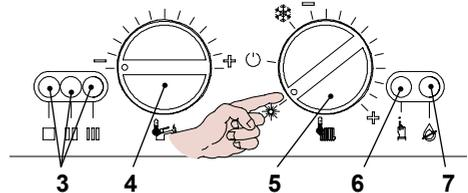

Figura 9.9
- Alimentate elettricamente la caldaia azionando l'interruttore bipolare previsto nella installazione; la lampada di segnalazione 3 in Figura 9.9 lampeggia ogni 4 secondi.
- Posizionare il selettore 5 come indicato in Figura 9.9; la lampada di segnalazione 3 lampeggia ad intermittenza circa ogni 2 secondi.
- Posizionare il selettore di funzione / manopola regolazione temperatura riscaldamento come indicato in Figura 9.9.